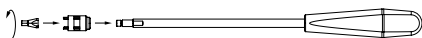

Fig. 9
- Enroscar manualmente el aplicador de tornillos de fijación, ver Fig. 9.